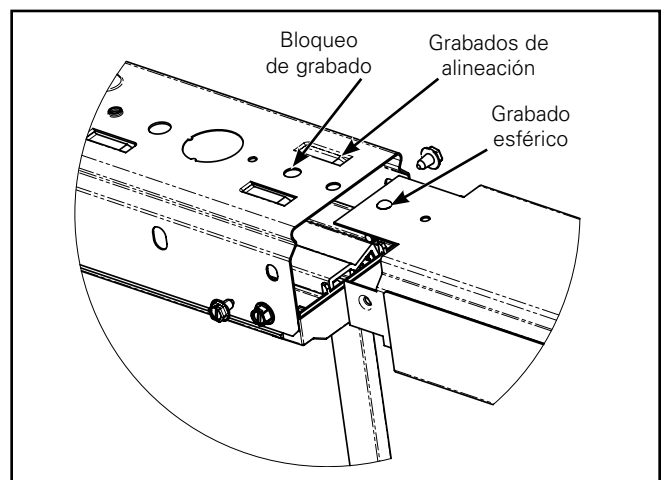
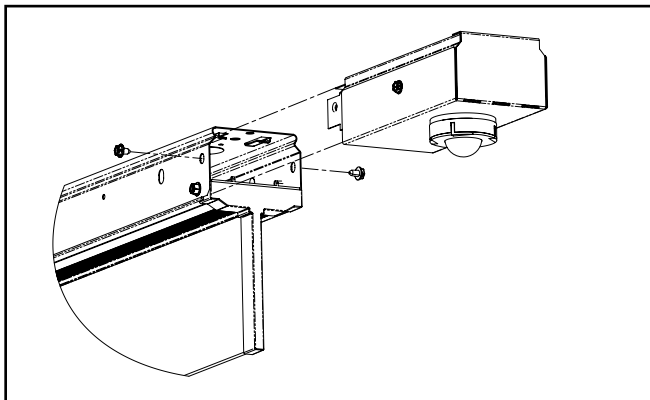

Figura 2.
Figura 3.
3. Inserte la pestaña superior del alojamiento del sensor en el grabado de alineación del canal. Deslice las pestañas dentro de los costados del canal (Figura 2). Asegúrese de que el grabado esférico quepa dentro del orificio en la parte superior del canal y de que todos los orificios estén alineados (Figura 3).
3. Inserte las pestañas superiores del alojamiento del sensor en el grabado de alineación de cada uno de los canales. Las pestañas laterales van dentro de los costados del canal (Figura 2).